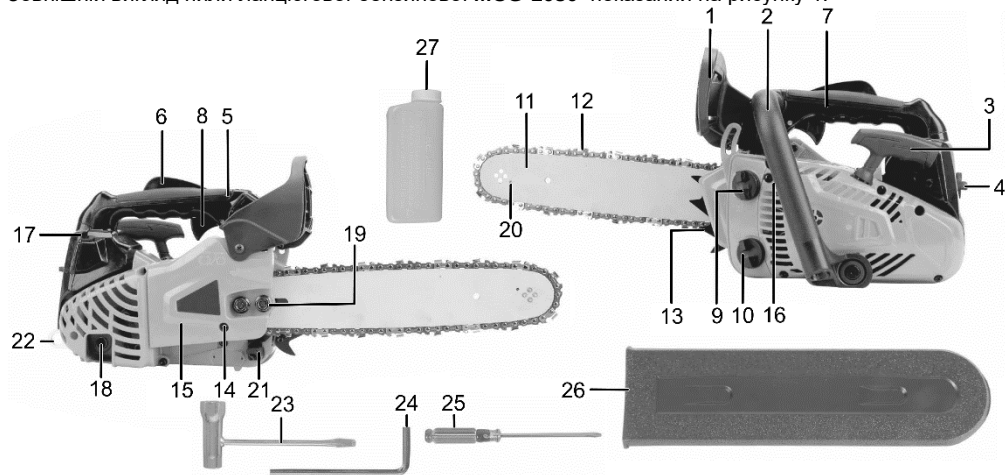

Рисунок 1
При кожній заправці паливом обов'язково перевіряйте та доливайте оливу для змащування ланцюга. Горловина масляного бака (10, рисунок 1) для заправлення оливою для ланцюга позначена відповідним значком. Рекомендовано використовувати тільки спеціальну оливу для ланцюгів. Олива для ланцюгів значно знижує тертя та нагрів ланцюга і напрямної шини, полегшує їх очищення від стружки та пилю, надійно захищає від корозії та придатна до всесезонного використання.
- Перевірте, щоб гальмо ланцюга функціонувало (пересуньте важіль вперед-назад): увімкнене (ланцюг не буде обертатися) – важіль гальма ланцюга (1, рисунок 1) переведений уперед (убік піляльної гарнітури), вимкнено – важіль переведений назад (убік рукоятки).